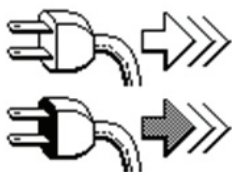

Figure 18
1. Débranchez le cordon de charge (si nécessaire) (Figure 18). Si le cordon est toujours branché, un rappel s'affichera sur le VCM lorsque l'interrupteur à clé est activé.